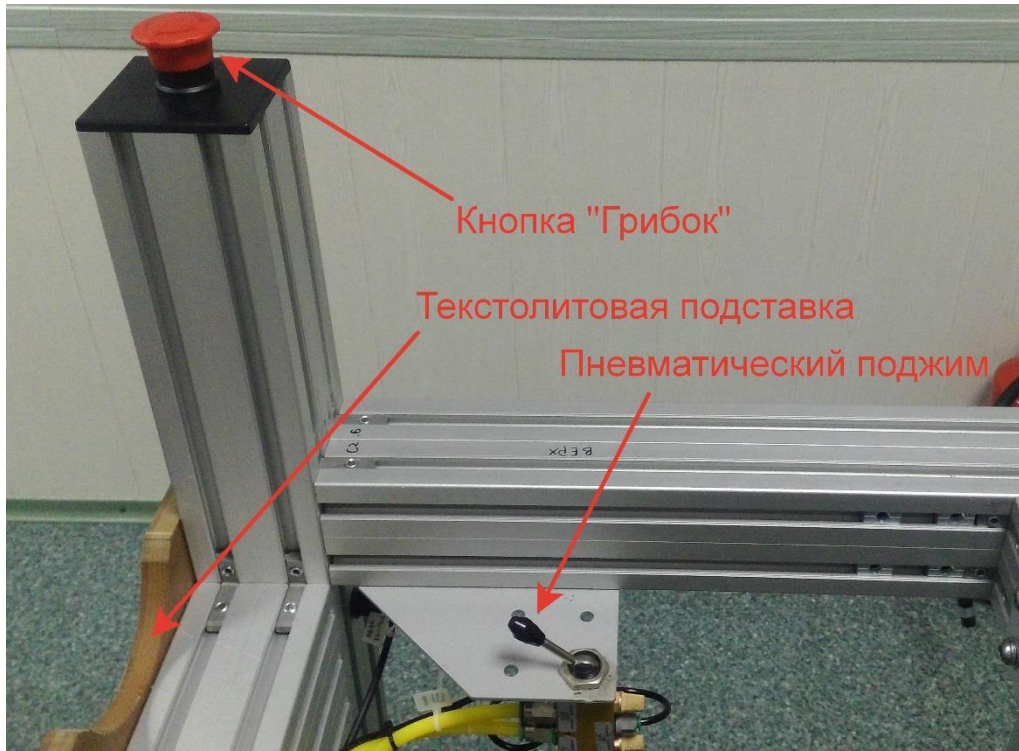

Рисунок 36 – Переключатели стенда вращения ампулы
1. Поместить изделие на текстолитовую подставку (рисунок 36).
8. Переключить пневматический поджим (рисунок 36) для фиксации изделия. Пиноль должен попасть в горлышко изделия.